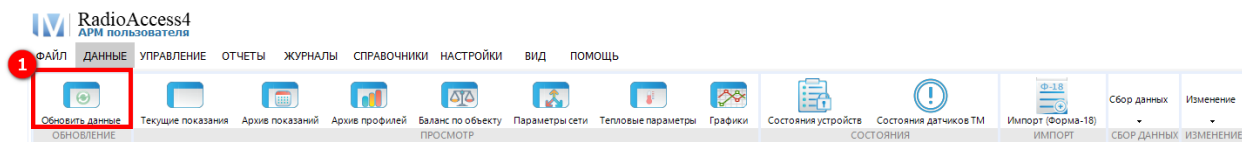

Рисунок 69 – Обновление данных
Для обновления информации в любой открытой вкладке меню ПО RadioAccess 4 (РадиоАксесс 4) или в дереве **Объекты учета**, **Каналы связи**, **Адреса**, **Контрагенты** или дереве **Питающие центры** необходимо выбрать и нажать **Обновить данные** (1) (см. рисунок 69). Данная кнопка доступна в каждом разделе главного меню программы.